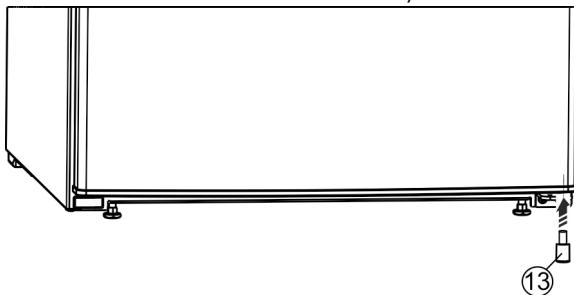

Fig. 25 *
- ▶ Element dystansowy Fig. 25 (13) włożyć ponownie do drzwi na dole po prawej stronie, ponieważ jest on istotny dla zachowania stabilności urządzenia.*